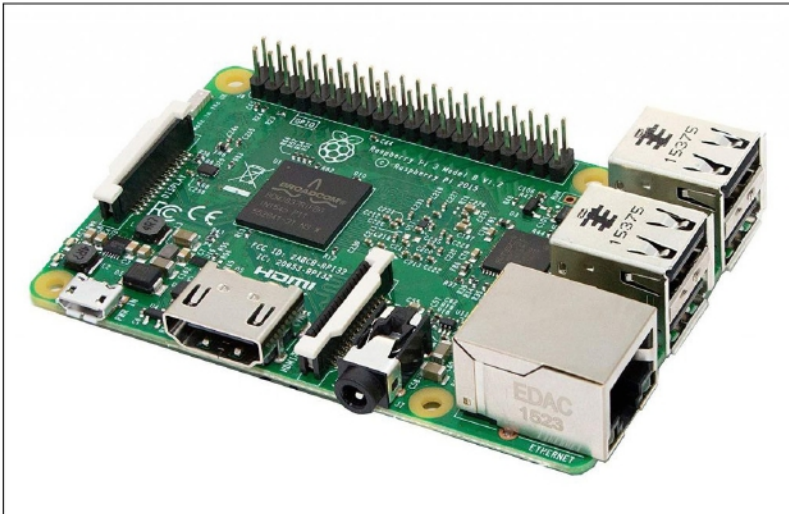

Figura 1: La scheda Raspberry Pi 3 B/B+
- **scheda Raspberry Pi 3 B/B+**. Questa scheda, visibile in **Figura 1**, non ha bisogno di alcuna presentazione. Si tratta infatti di un Single Board Computer (SBC) particolarmente apprezzato dai makers per il suo ottimo rapporto qualità/prezzo, la capacità di supportare diverse distribuzioni Linux, nonché numerosi linguaggi e strumenti di sviluppo. Anche se nella realizzazione del progetto è stata utilizzata la versione 3, il componente non è di per sé critico e quindi può essere utilizzata una versione di board precedente, oppure la versione più recente, il Raspberry Pi 4. Consigliamo comunque di utilizzare almeno la versione 2 del Raspberry Pi, in modo tale da avere a disposizione una quantità di memoria RAM sufficiente per supportare le fasi successive del progetto. Il Raspberry Pi 3 è un buon compromesso tra prestazioni e prezzo e inoltre dispone di connettività Wi-Fi e Bluetooth integrate, molto utili se al carPC si volesse in futuro associare la funzionalità di navigatore oppure provare ad installare Android Auto;